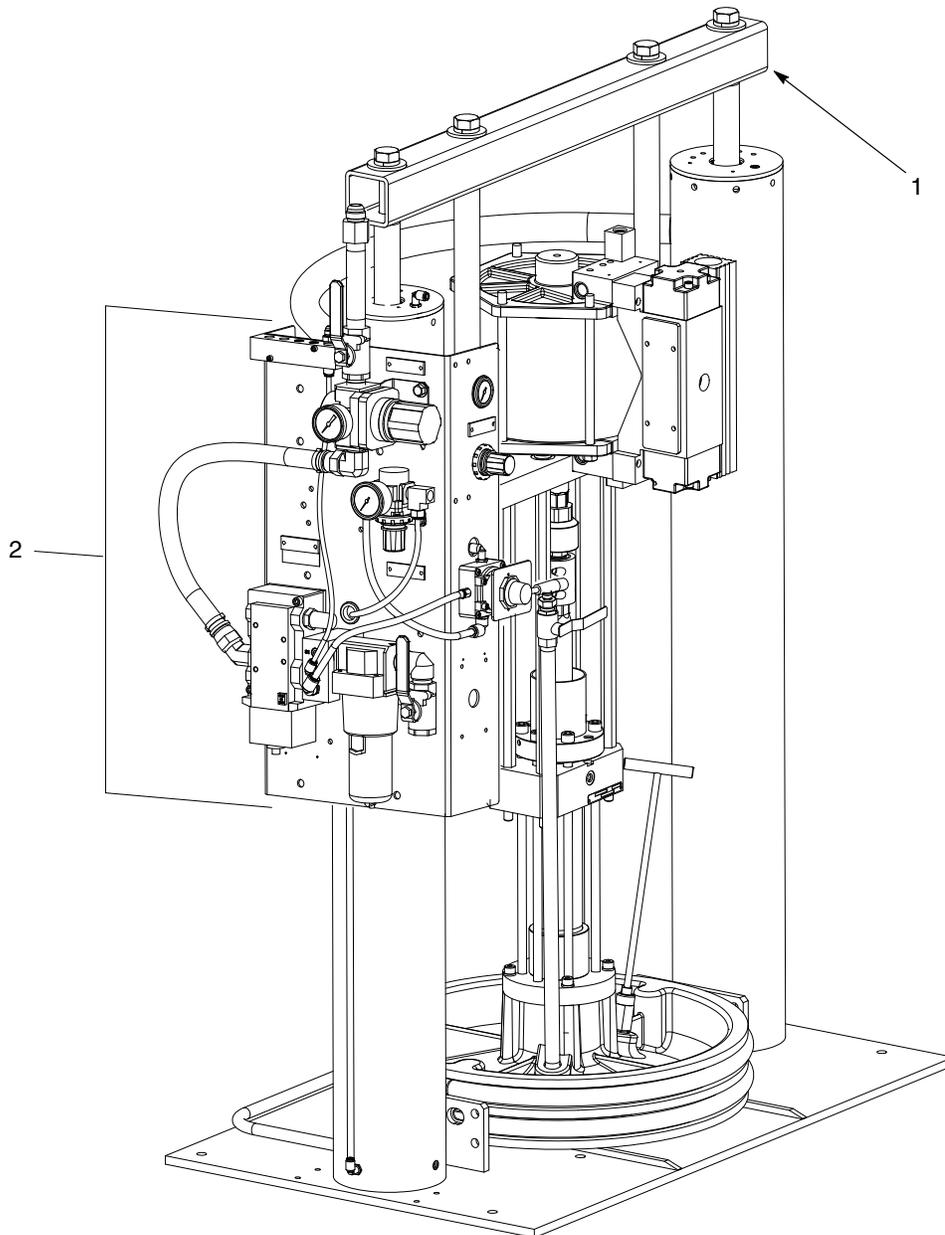

Abbildung 1 Steuermodul (Abbildung zeigt Rhino SD/XD Fassentleerer mit großem Rahmen)
Siehe Abbildung 1. Das Steuermodul (1) liefert die elektrischen Betriebsfunktionen für Rhino SD/XD Fassentleerer (2). Es ist seitlich an Rhino SD/XD Fassentleerern mit großem oder kleinem Rahmen montiert.